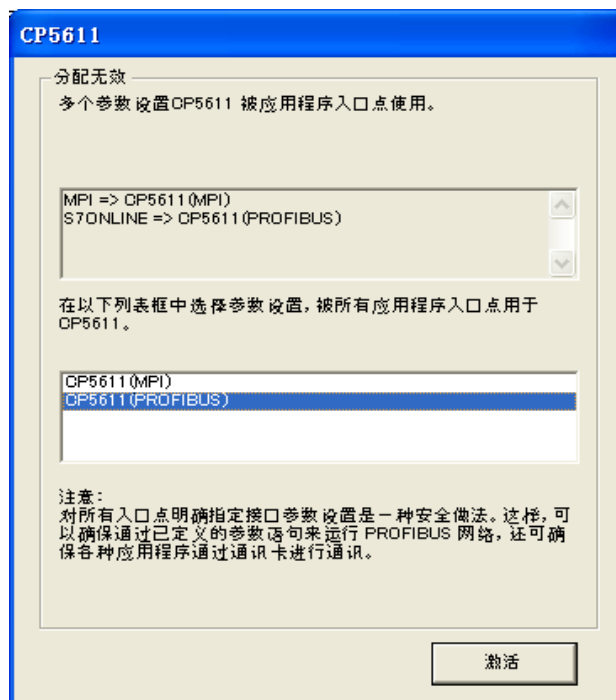

图 4.50 激活 PROFIBUS 模式
c) 选择 CP5611 (PROFIBUS) 并点击“激活”按钮，完成配置，如下图 4.50 所示：